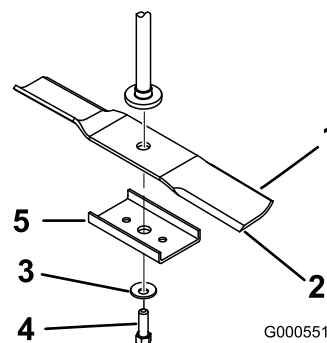

Figura 44
curva, el refuerzo de la cuchilla (modelos de 42 pulgadas solamente) y la cuchilla del eje de la cuchilla (Figura 44).
1. Instale la cuchilla en el eje (Figura 44).
2. Instale el refuerzo de la cuchilla (modelos de 42 pulgadas solamente), la arandela curva (con la copa hacia la cuchilla) y el perno de la cuchilla (Figura 44).